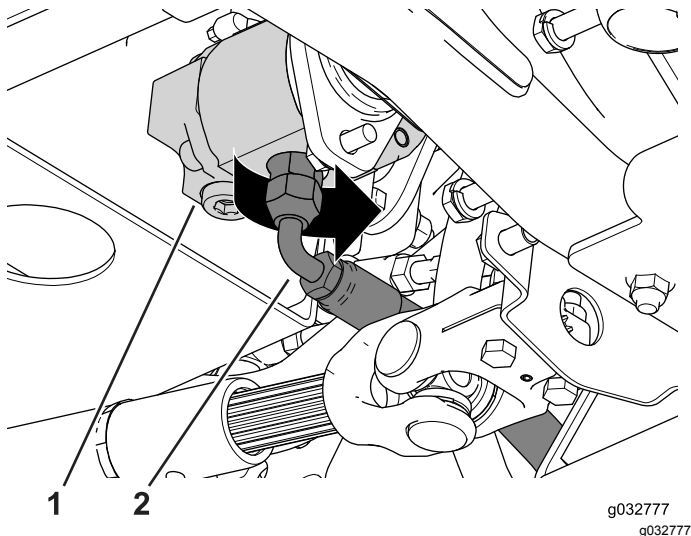

Figura 122
3. Alinhe os orifícios do parafuso para instalar sem apertar os parafusos e os espaçadores no lado direito da máquina (Figura 122).
2. Desaperte a união do tubo de alimentação que está ligado à bomba de engrenagens e rode-o para o lado direito da máquina (Figura 122).